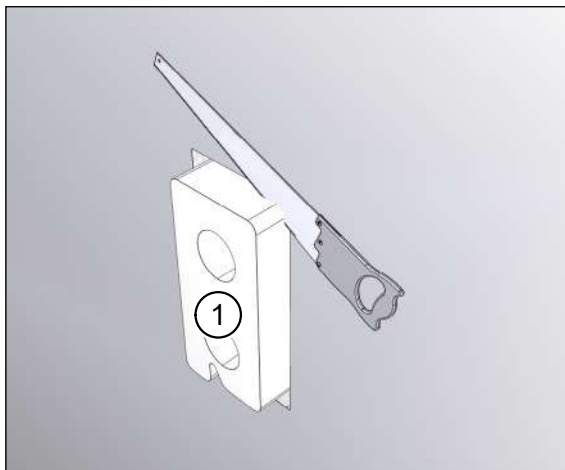
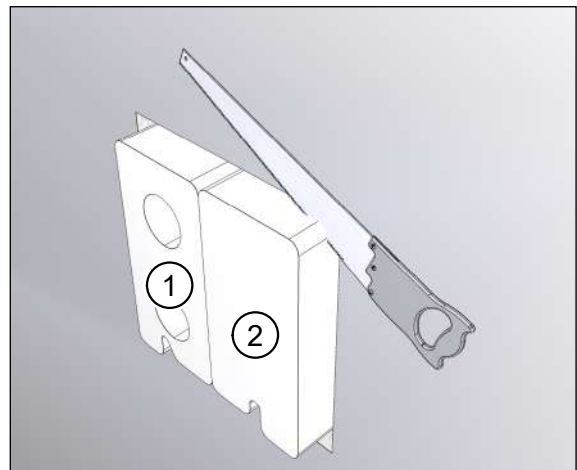

Abb. 19: Mauerkasten **ohne** Füllstück anpassen
Abb. 20: Mauerkasten **mit** Füllstück anpassen
- ▶ Kürzen Sie mit einer Styroporsäge den überstehenden Mauerkasten (Pos. 1 in Abb. 19 und Abb. 20) und ggf. das Füllstück (Pos. 2 in Abb. 20), so dass diese bündig mit der Außenwandseite oder der angebrachten Dämmung sind.